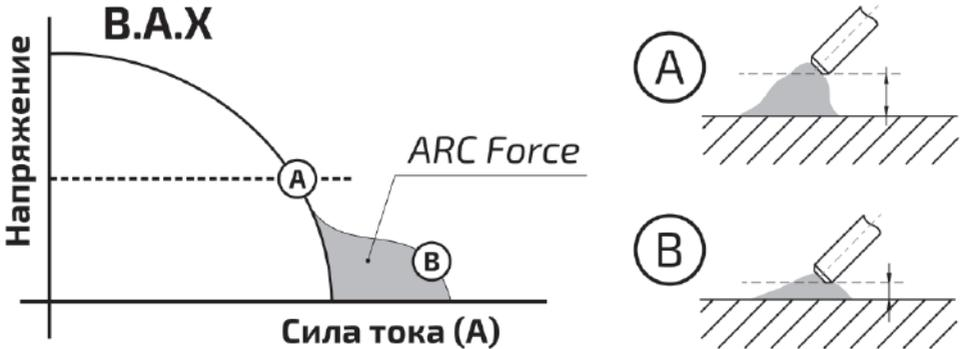

Рис. 6.2.3. Arc Force.
**Arc Force (форсаж дуги)** – рекомендуется применять при сварке покрытыми электродами на малых токах. В процессе сварки происходит автоматическая регулировка силы сварочного тока, что уменьшает склонность к залипанию покрытого электрода к свариваемой детали (см. рис. 6.2.3).
7. Установите необходимое значение Arc Force. **В большинстве случаев Arc Force можно установить в среднее значение (см. рис. 6.2.3).**